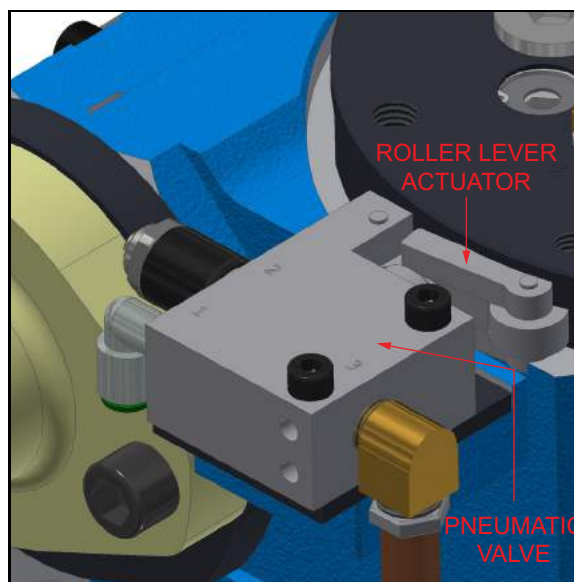

Рисунок 3-36. МЕСТОПОЛОЖЕНИЕ ПНЕВМОКЛАПАНА
- Используя такой инструмент, как отвертка, надавите на привод роликового рычага пневмоклапана (см. рис. 3-36) около верха шпинделя. Семь циклов привода роликового рычага соответствуют повороту обрабатывающего рычага на 360°.